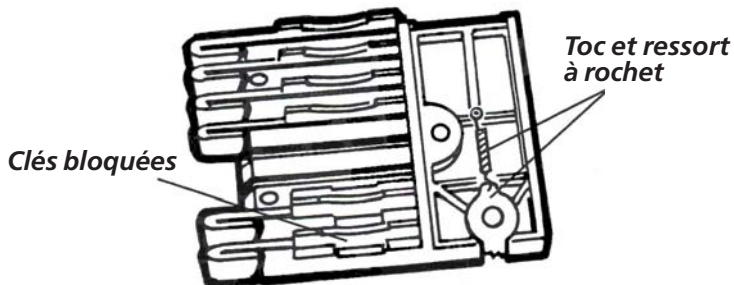

FIGURE 8
**NOTA :** Assurez-vous que les clés bloquées et/ou les languettes à pièce de monnaie sont bien assises et le toc à rochet en place avec son ressort raccordé (voir Figure 8).